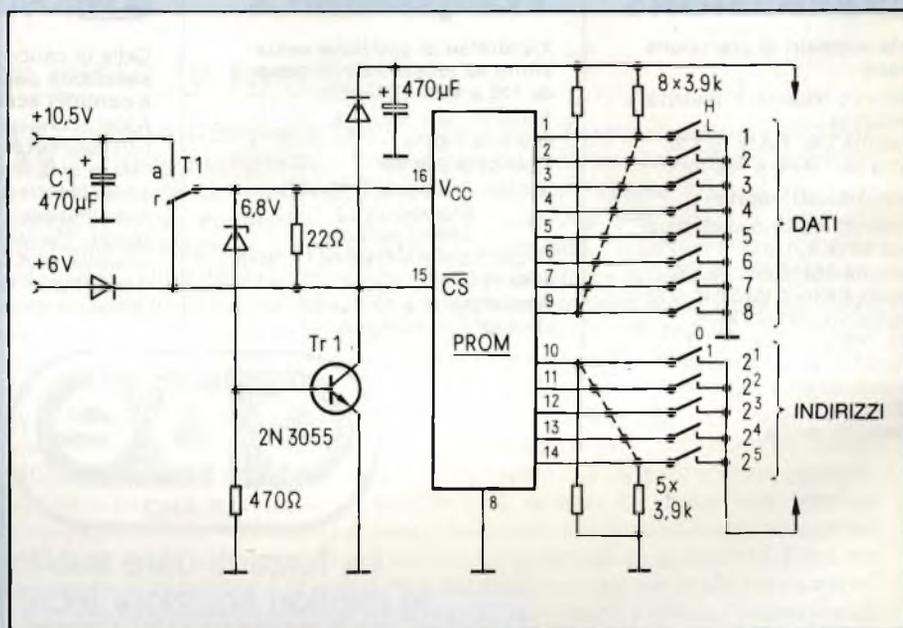

Fig. 1 - Schema di un programmatore di PROM, di azionamento impegnativo, ma molto economico.
**Fig. 1 - Monitor di controllo 381 della Tektronix: serve per controllare il segnale video e per la ricerca dei guasti nelle relative apparecchiature. Lo strumento può essere impiegato, a scelta, come vettorscopio, monitor del segnale ed oscilloscopio monocolore.**